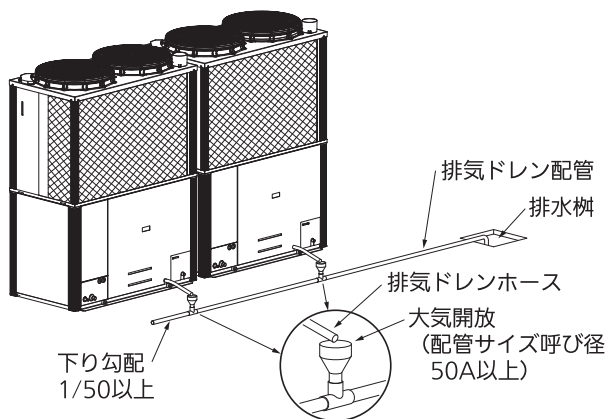

図 11：排気ドレンを排水桝に接続する場合
- 室外ユニットの排気ドレンをふたのある排水桝、溝等に接続する場合や、同一箇所に排出する場合は、図 11 のように排気ドレン中の排気ガスを大気に放出する配管仕様にする（受側配管の口径は、呼び径 50A 以上とする）
- ドレン配管は 1/50 以上の下り勾配とし、口径を縮管しないでください（図 11、12）。また、配管の途中にトラップや山越えを作らないようにしてください。